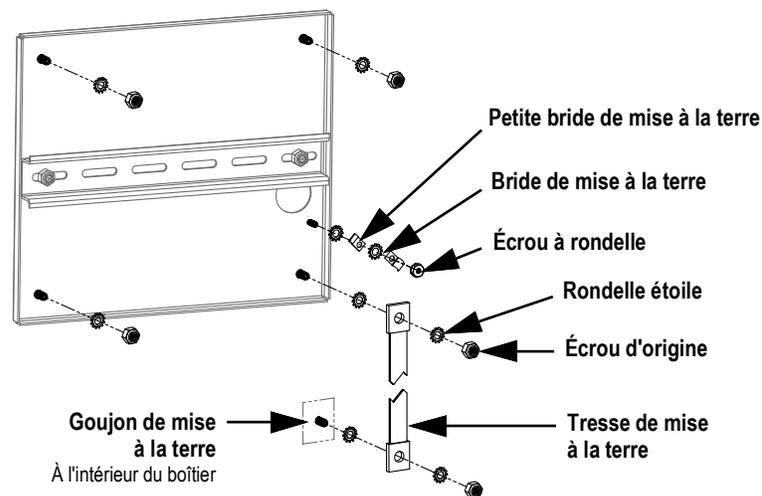

Figure 2-29. Mise à la terre du blindage de plaque arrière
3. Fixez l'autre extrémité de la tresse de mise à la terre sur un goujon mis à la terre à l'intérieur du boîtier, en plaçant des rondelles étoile de chaque côté de la tresse de mise à la terre. Reportez-vous à la Figure 2-29. Veillez à ce qu'il y ait suffisamment de longueur au niveau de la tresse de mise à la terre pour permettre l'ouverture et la fermeture de la porte du boîtier.
REMARQUE : Veillez à ce que la *petite bride de mise à la terre* soit installée en premier, suivie par la *bride de mise à la terre*. Reportez-vous à la Figure 2-29, page 41.